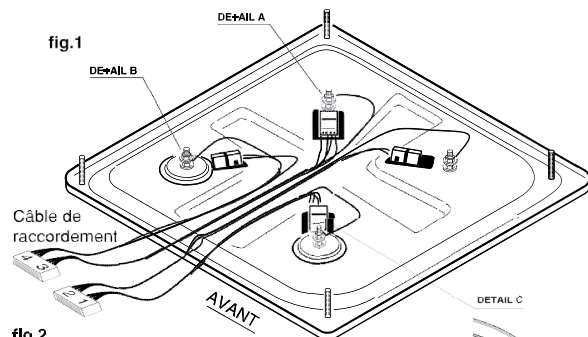

fig.2
4. Brancher correctement les connecteurs à 4 pôles au les plaques de cuisson conformément à la disposition des plaques selon **fig.2** et mettre la cage de protection (**détail C**), (observer la numérotation de plaques 1,2,3,4 sur le câble de raccordement).